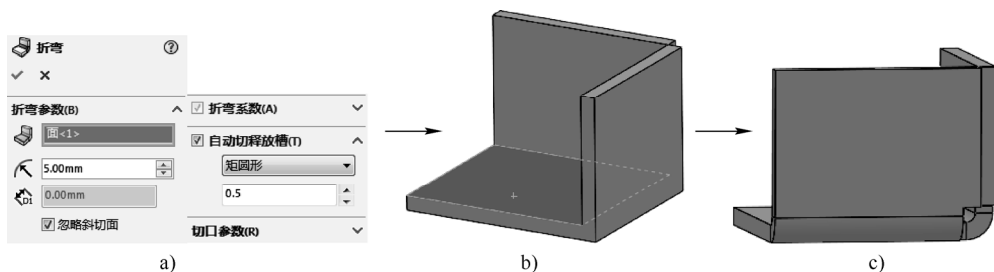

图 8-34 创建折弯
STEP 2 单击“钣金”工具栏中的“折弯”按钮, 打开“折弯”属性管理器, 选择固定面, 设置折弯半径和自动切释放槽的类型, 单击“确定”按钮即可创建折弯 (此时从左侧的模型树中可以发现当前模型已被转换为钣金), 如图 8-34 所示。